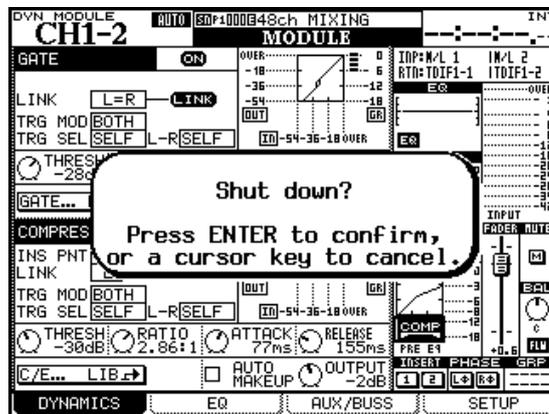

Figura 2.27: Spegnere il DM-4800
3. Apparirà un messaggio popup (Figura 2.27, *Spegnere il DM-4800*). Premere **ENTER** per continuare lo spegnimento o qualsiasi tasto cursore per annullare l'operazione.